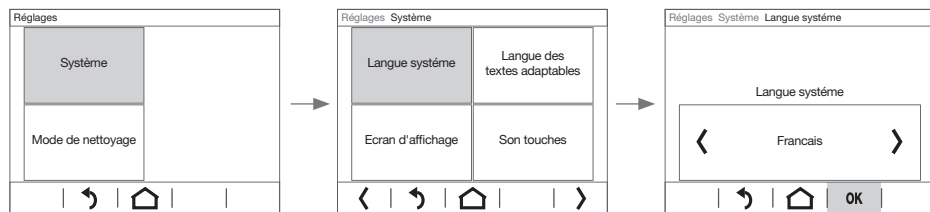

Figure 5 : Exemple de réglage de la langue du système
L'affichage passe à une autre page sur laquelle une nouvelle sélection doit s'opérer, ou directement pour le réglage du paramètre (figure 5).
- Avec  $-/+$ , augmenter/diminuer la valeur du paramètre, avec  $\rangle/\langle$ , faire défiler selon une valeur prédéfinie (figure 5) ou avec **ACTIVE** / **ARRETE**, activer/désactiver le paramètre (tableau 1).